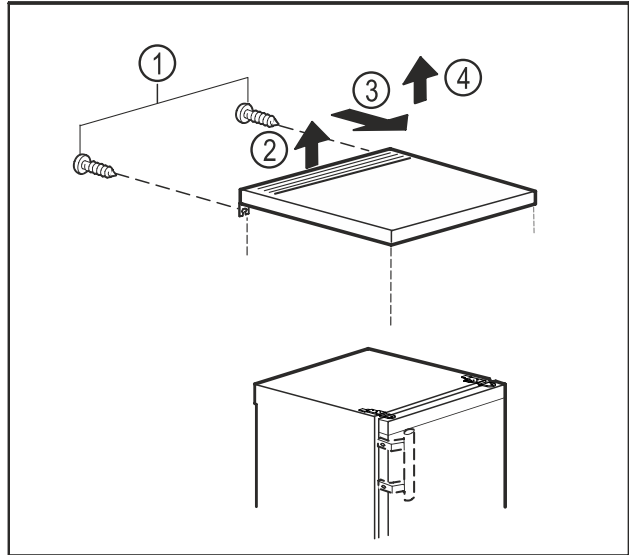

Fig. 9
- Poista takapuolella olevat ruuvit. Fig. 9 (1)
- Nosta pöytälevyä takaa. Fig. 9 (2)
- Työnnä pöytälevyä eteenpäin. Fig. 9 (3)
- Ota pöytälevy ylöspäin pois. Fig. 9 (4)